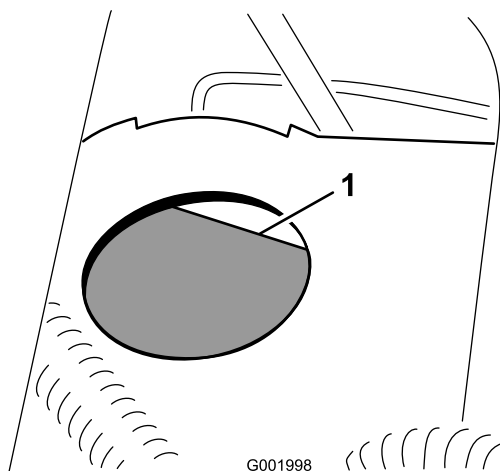

Bild 64
2. Der Flüssigkeitsstand sollte die Volllinie am Behälter erreichen (Bild 64).